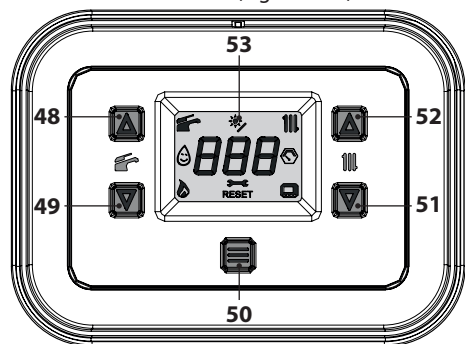
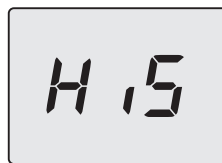
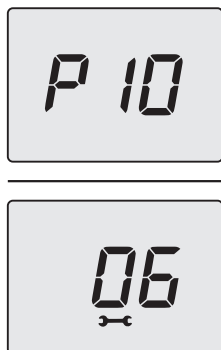
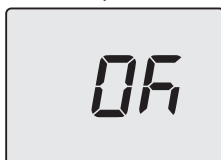

Figura 5.69
Figura 5.70
Figura 5.73
Figura 5.74
- Entrare in "modalità programmazione" premendo contemporaneamente per 5 secondi i tasti 49 e 51 (Figura 5.69) fino a far apparire sul display LCD le lettere **HiS** che indicano il menu "Storico delle caldaia" (Figura 5.70).
- Premere per 1 sec. il tasto 50 (Figura 5.69) per entrare nel parametro selezionato. Il display visualizzerà quanto segue (6=60 secondi) (Figura 5.73).
- Premendo il tasto 50 (Figura 5.69) si ottiene la conferma del valore inserito. Il display visualizzerà per 5 sec. quanto segue (Figura 5.74) poi, si porterà al livello superiore.
- tenere premuti contemporaneamente i tasti 49 e 51 per 5 sec. (Figura 5.69) (ritorno al livello precedente).